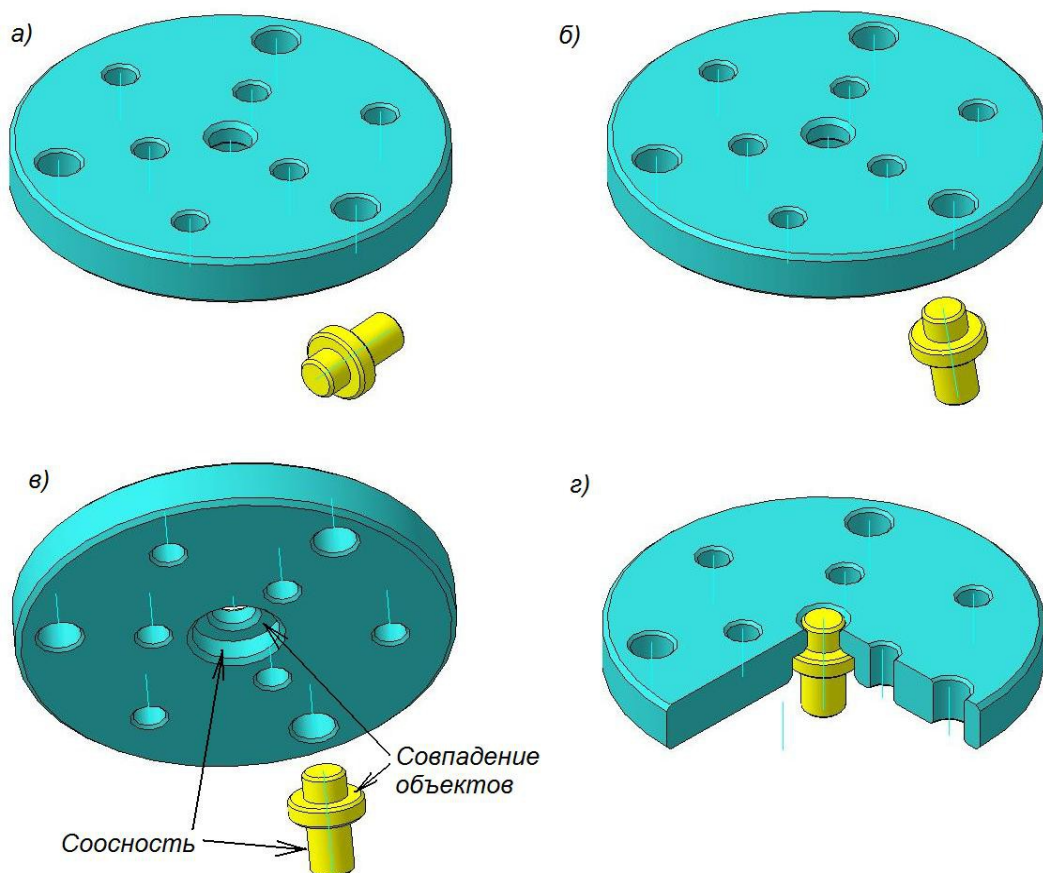

Рис. 4.6. Схема выполнения сопряжения звена «Плита – Палец»
**объектов** , выполнив сопряжение торцевых плоскостей (рис. 4.6 г).